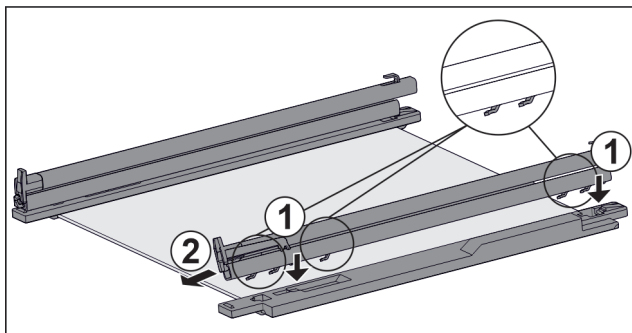

Fig. 132 Sklenená doska s kolajničkami a pridržiadmi
- Nasadte háky kolajničky na otvory **ľavého** pridržiadného dielu. Fig. 132 (1)
- Potiahnite kolajničku dopredu. Fig. 132 (2)
- Nasadte háky kolajničky na otvory **pravého** pridržiadného dielu. Fig. 132 (1)